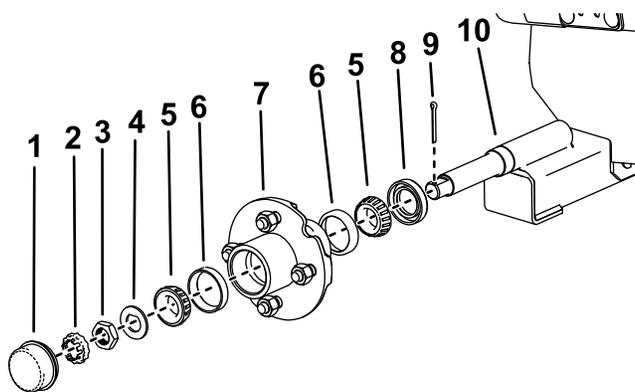

図 16
3. ホイールハブについているダストキャップを取り外す 図 16。
4. コッターピンとリテーナロックナットを外す 図 16。
5. アクスルから、ハブナット、スピンドルワッシャ、ハブアセンブリを外す 図 16。
3. 図 16 のように、ハブアセンブリにベアリングカップとベアリングを取り付ける。
1. ハブアセンブリとスピンドルワッシャを 図 16 のように取り付ける。